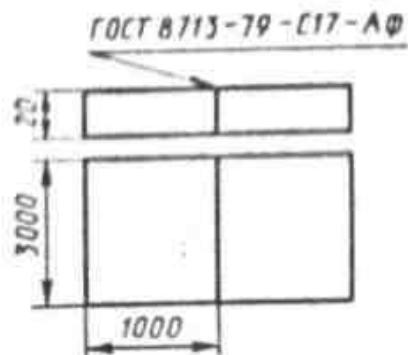

Рис. 36
2. Разработайте процесс односторонней сварки плиты из стали марки Ст3 (рис. 36). Производство крупносерийное. Укажите тип соединения и форму разделки кромок под сварку по ГОСТу. Приведите эскиз сечения шва с указанием размеров. Выберите марку и диаметр электродной проволоки и флюса. Подберите режим сварки. По размерам шва подсчитайте массу наплавленного металла. Определите расход электродной проволоки и флюса с учетом потерь, расход электроэнергии и время сварки изделия. Укажите методы контроля качества сварного шва.